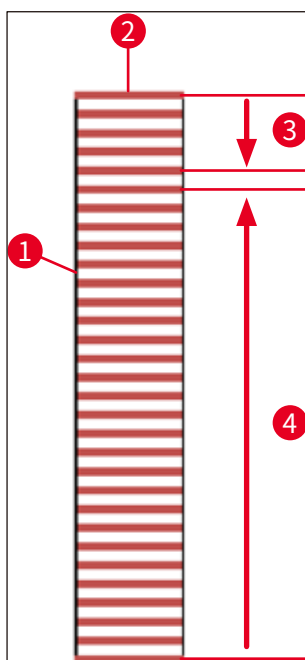

图 74
为了避免载玻片在处理过程中变干,前5个载玻片始终先进行盖片。然后玻片架向上移动,继续为其中的最后一个载玻片盖片(→图74)。
- 已插入载玻片(→图 74-2)的玻片架(→图 74-1)示意图(→图 74)显示了处理顺序。